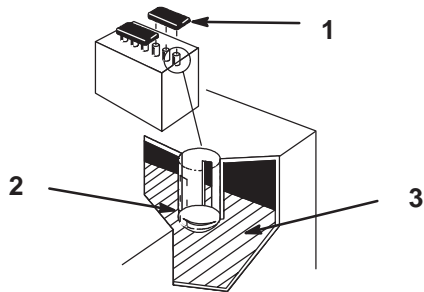

Bild 28
2. Entfernen Sie die Fülldeckel. Wenn der Füllstand die Fülllinien nicht erreicht (Bild 28), füllen Sie genug destilliertes Wasser nach; siehe „Nachfüllen der Batterie“ auf Seite 29.
2. Nehmen Sie die Verschlussdeckel ab (Bild 28).
3. Gießen Sie langsam destilliertes Wasser in jede Batteriezelle, bis der Füllstand den unteren Teil des Rohrs erreicht (Bild 28).